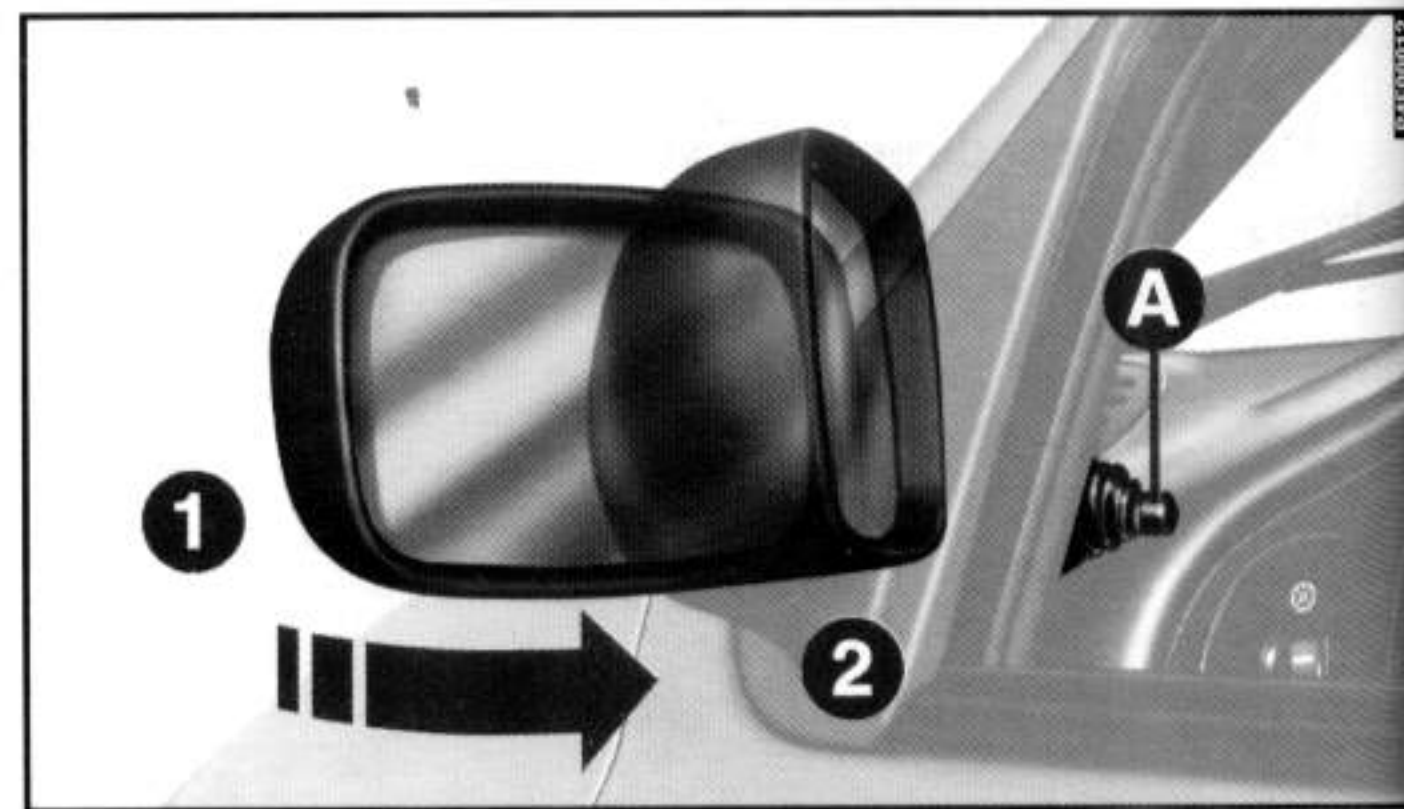

fig. 22
**Com regulagem interna:** por dentro do veículo, mover o botão **A-fig. 22**.